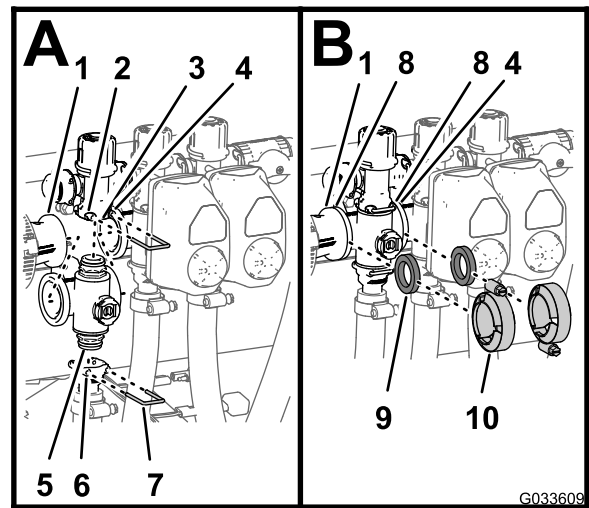

Figura 131
- Inserte el conector de extremo superior de la válvula multivía en el acoplamiento de desvío (**Figura 131, A**).
- Sujete el conector de extremo al acoplamiento de desvío insertando una horquilla de retención en el acoplamiento de desvío (**Figura 131, A**).
- Monte el conector de salida en el conector de extremo inferior del distribuidor (**Figura 131, A**).
- Sujete el conector de extremo al conector de salida insertando una horquilla de retención en el conector de salida (**Figura 131, A**).
- Alinee una junta entre las bridas del racor reductor y el distribuidor de la válvula de sección (**Figura 131, B**).
- Monte el racor reductor, la junta y el distribuidor de la válvula de sección con una abrazadera y apriete a mano (**Figura 131, B**).
- Para instalar las dos válvulas de sección de la izquierda, alinee una junta entre las bridas de los distribuidores de las 2 válvulas de sección adyacentes (**Figura 131, B**).
- Sujete los 2 distribuidores de válvula de sección adyacentes y la junta con una abrazadera y apriete a mano (**Figura 131, B**).